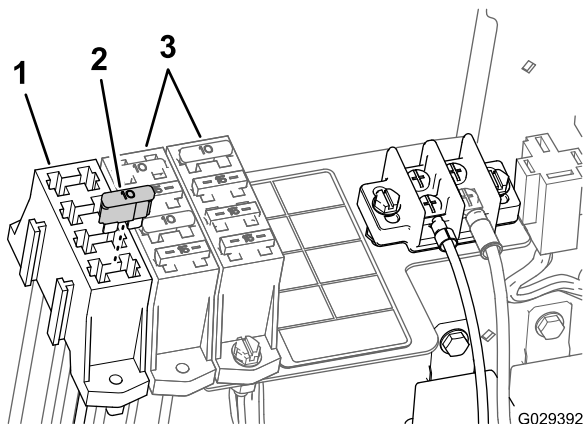

Bild 24
- Setzen Sie die Sicherung (15 A) in den Einschub am Hilfssicherungsblock ein (Bild 24).